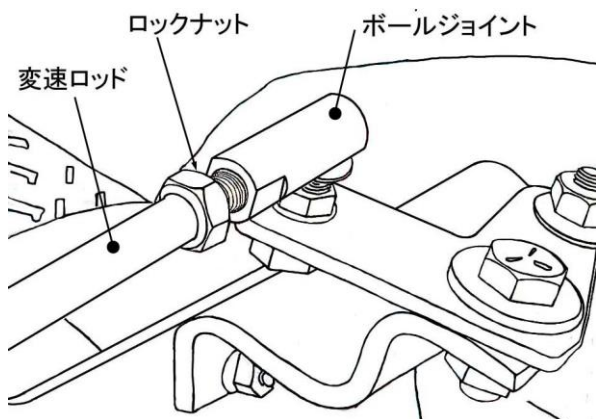

図 3-6
2. 変速ロッドの雄ネジにロックナットを入れてから、ボールジョイントに奥までねじ込み、変速ロッド上部と変速レバーの穴を合わせて、ロックナットをしっかり締め付けます。(図 3-6)